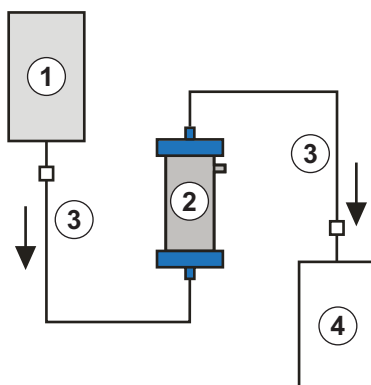

Fig. 10-10 Predisposizione per il lavaggio dell'heparin adsorber
Materiali: Vedere riferimenti a Fig. 10-10
2. Collegare la seconda linea di raccordo e la sacca di raccolta come mostrato in Fig. 10-10 al lato uscita dell'heparin adsorber.